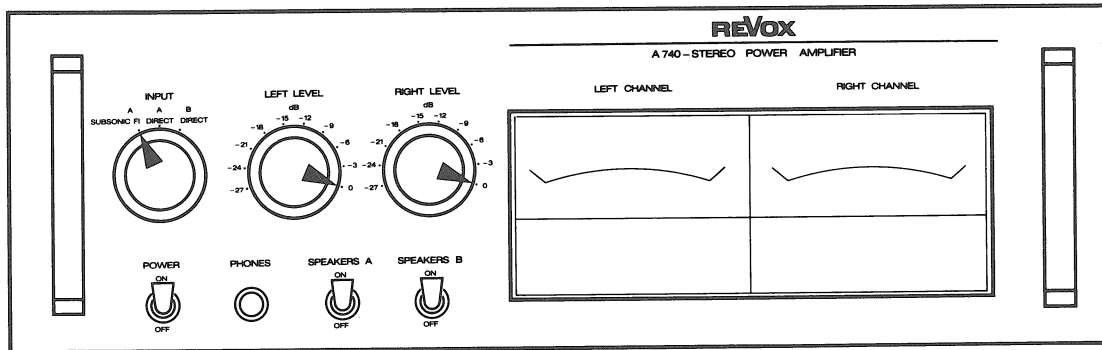

Fig. 5.1.-1
- Bedienungselemente nach Fig. 5.1.-1 einstellen.
- NF-Voltmeter an Ausgang LEFT CHANNEL (16) anschliessen.
- NF-Generator an Eingang LEFT CHANNEL (12) anschliessen.
- Adjust operating controls as per fig. 5.1.-1.
- Connect audio voltmeter to output LEFT CHANNEL (16).
- Connect audio generator to input LEFT CHANNEL (12).
- Organes de commande selon la fig. 5.1.-1.
- Voltmètre BF à la sortie LEFT CHANNEL (16).
- Générateur BF à l'entrée LEFT CHANNEL (12).